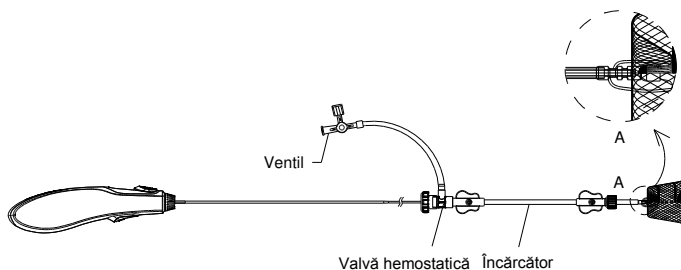
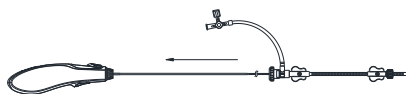

Figura 4. Ilustrarea sistemului cu ocluzor PDA CeraFlex™
Figura 5. Ilustrarea încărcării dispozitivului într-un încărcător
- Verificați cu atenție conexiunea dintre ocluzor și cablul de livrare (Consultați **Figura 4**). Cufundați dispozitivul și încărcătorul în soluție salină și trageți ocluzorul PDA CeraFlex™ în încărcător, printr-o mișcare rapidă de smucire (Consultați **Figura 5**).